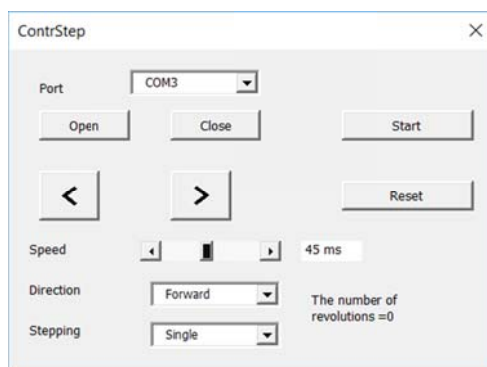

Рис. 2 Окно работы программы ContrStep
2. Пользователь на ПК запускает программу ContrStep и заполняет поля формы, отвечающие за скорость и направление вращения шагового двигателя (рис. 2).